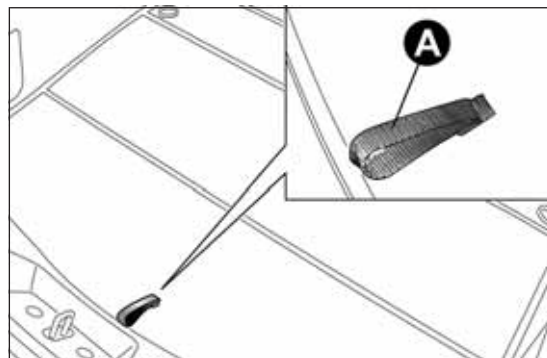
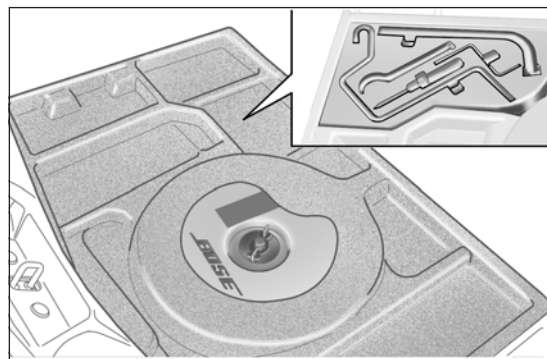
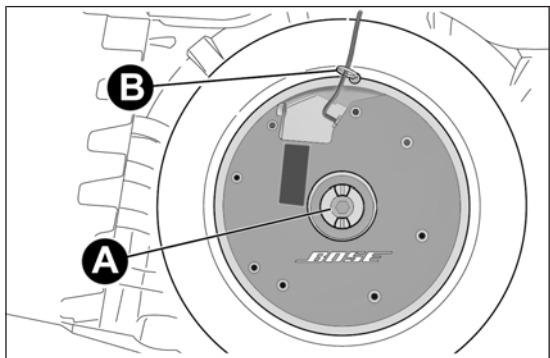

fig. 121
fig. 127
fig. 129
- ☐ apri il bagagliaio, tira la linguetta A fig. 121 e solleva verso l'alto il tappeto di rivestimento;
Su queste versioni gli attrezzi per la sostituzione ruota si trovano all'interno di un apposito contenitore ubicato sul lato sinistro del bagagliaio (vedi fig. 127).
- ❑ apri il bagagliaio, tira la linguetta A fig. 121, solleva verso l'alto il tappeto di rivestimento e rimuovi lo spessore fig. 127 del vano di carico;
- ❑ svita il dispositivo di bloccaggio A fig. 129, stacca la molletta B di fissaggio del cavo e successivamente solleva il Subwoofer;
- ❑ riposiziona correttamente il cavo del Subwoofer in modo da evitare di pizzicarlo. Successivamente aggancia la molletta B fig. 129 e avvita il dispositivo di bloccaggio A. Riposiziona infine correttamente lo spessore fig. 127 del vano di carico ed abbassa il tappeto di rivestimento del bagagliaio.